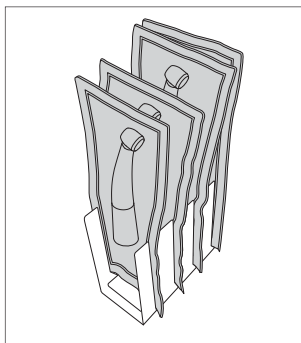

図 11
- 1) 滅菌パックにて包装された被滅菌物を仕切りスタンドに挿し込みます。(図 11)